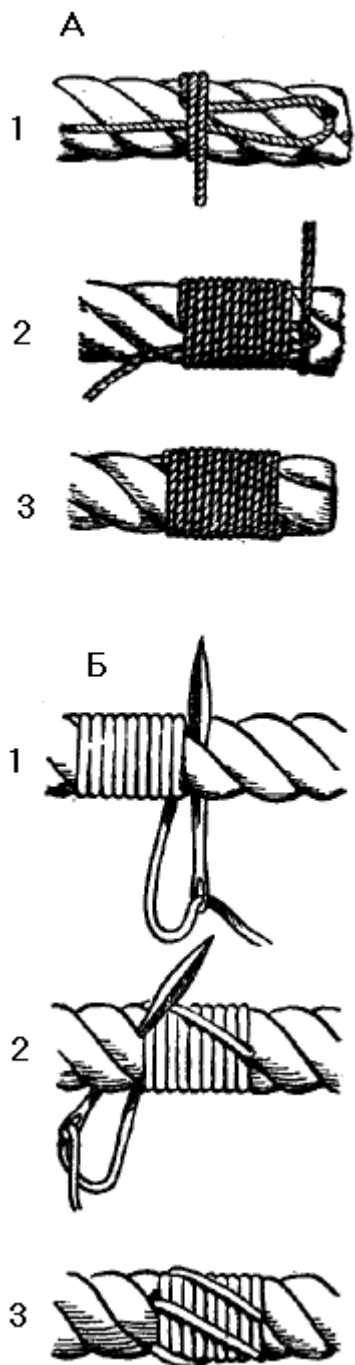

Рис. 56. Марки:
**Простая марка** (рис. 56,а) накладывается таким образом: парусную нитку кладут петлей на конец троса и более длинным, свободным концом делают 10—20 шлагов в сторону петли; пропустив ходовой конец нитки в петлю, протаскивают его под шлагов до середины марки, а концы обрезают.
**Прошивная марка** (рис. 56,б) делается точно так же, но более длинный из оставшихся после протаскивания конец нитки не обрезают, а вдев его в иголку, прошивают марку, стягивая ее с двух сторон. Иголку при этом пропускают последовательно под каждую прядь. Прошивная марка не распускается и служит дольше, чем простая.